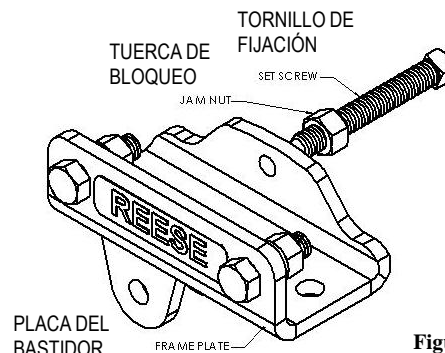

Figura 13
- Con las abrazaderas en C todavía en su lugar, perfore (2) orificios en el bastidor para cada soporte.
- Perfore (2) orificios de 17/32" en cada lado del bastidor donde se hicieron las marcas de perforación. Podría ser de utilidad usar un taladro central o pequeño orificio piloto antes de la perforación final.
- Instale los (2) pernos de 1/2-13 x 1 1/2" suministrados, arandelas de bloqueo y tuercas de 1/2" (piezas 5, 6 y 7), figura 13. Repita para el lado opuesto y apriete a torsión (4) pernos de 1/2-13 a 85 pies-lbs.
- Instale tuercas hexagonales de 1/2-13 en los pernos de cabeza cuadrada de 1/2-13 X 3 1/2" e instale en los soportes del bastidor como se muestra en la figura 13.